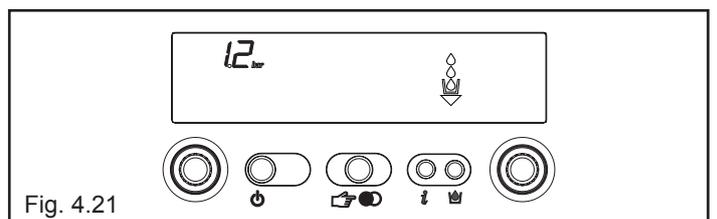

Fig. 4.21
- 2 visualizza la pressione di carica impianto (fig. 4.21)